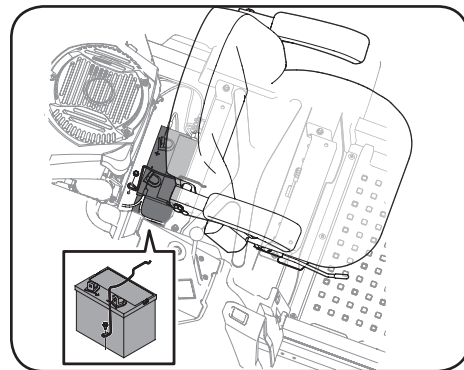

Figure 4-6
2. Retirez le boulon qui fixe la tige de retenue de la batterie au châssis. Faites pivoter la tige de retenue de la batterie vers le haut et retirez la batterie. Voir Figure 4-6.